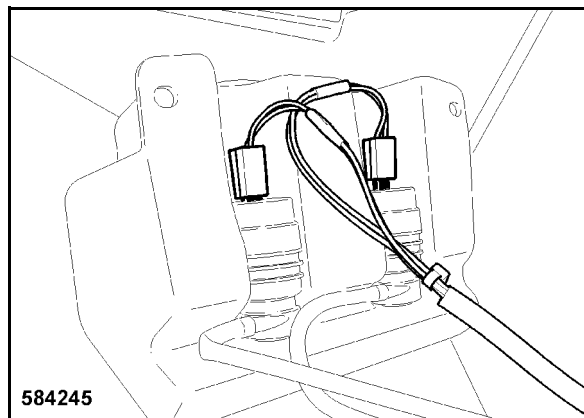

Fig. 218
- Encajar las clavijas de conexión de las bombas del lavaparabrisas (Fig. 218).